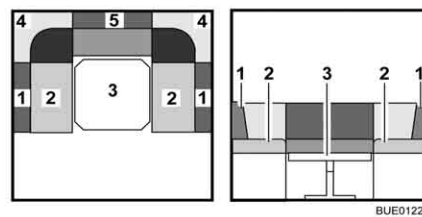

Fig. 79 Pendant la transformation
- Retirer tous les coussins de dossier (Fig. 79,1, 4 et 5) et les placer de côté.